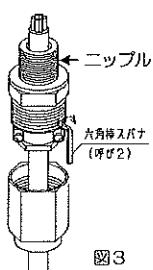

図3
④ニップルにグランドをねじ込み、パッキンを圧縮します。ケーブル径によって異なりますが、パッキン綿付けの基準としては、パッキン内径とケーブル外径とが一致した点（ケーブルを軽く引っ張り、ケーブルが動かない点）からさらに1回転グランドをねじ込んでください。この時クランプ板が取付けにくい位置にきた場合は、グランドをその位置から±1/3回転の範囲で調整してください。そして、緩めておいたグランド緩み止めねじをねじ込んで下さい。（図3）